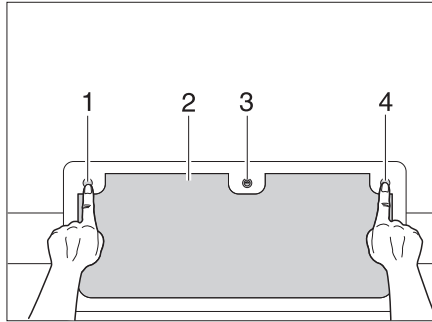

Bild 31 Klappenschloss mit Knöpfen, verschlossen
- Schlüssel in Schließzylinder (Bild 31,3) stecken und eine viertel Umdrehung drehen.
- Die drei Druckknöpfe (Bild 31,1, 3 und 4) eindrücken.
- Außenklappe (Bild 31,2) vollständig schließen, bis sie hörbar einrastet.
- Schlüssel in Schließzylinder (Bild 31,3) stecken und eine viertel Umdrehung drehen. Das Schloss ist verriegelt.